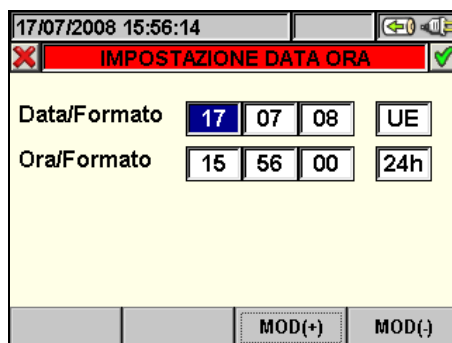

Fig. 10: Videata impostazione Data/Ora
1. Premere il tasto **F1** (oppure la voce **DATA** a display) nella videata mostrata in Fig. 10. Lo strumento presenta la videata seguente: